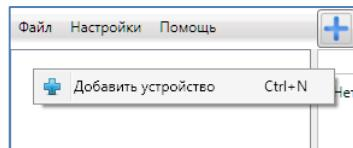

Рисунок 4.3 — Регистрация контроллера вручную
- щелкните правой кнопкой мыши по свободному месту в области дерева устройств программы Конфигуратор Профессионал (см. 4.3) и в появившемся меню выберите *Добавить устройство* (см. рисунок 4.3);